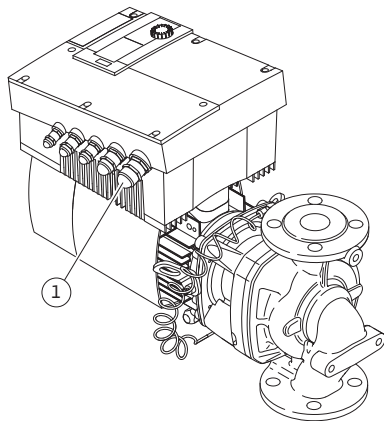

Fig. 30: Кабельне нарізне з'єднання M25
- Провід під'єднання до мережі слід проводити через кабельне нарізне з'єднання M25 (Fig. 30, п. 1).